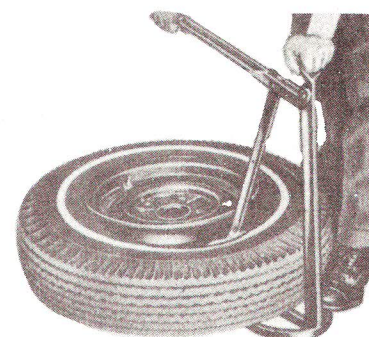

Fig. 3 — Herramienta para Aflojar Talón de Neumático. Típico
2. Afloje las cejas del neumático con la herramienta ilustrada en la Fig. 3.